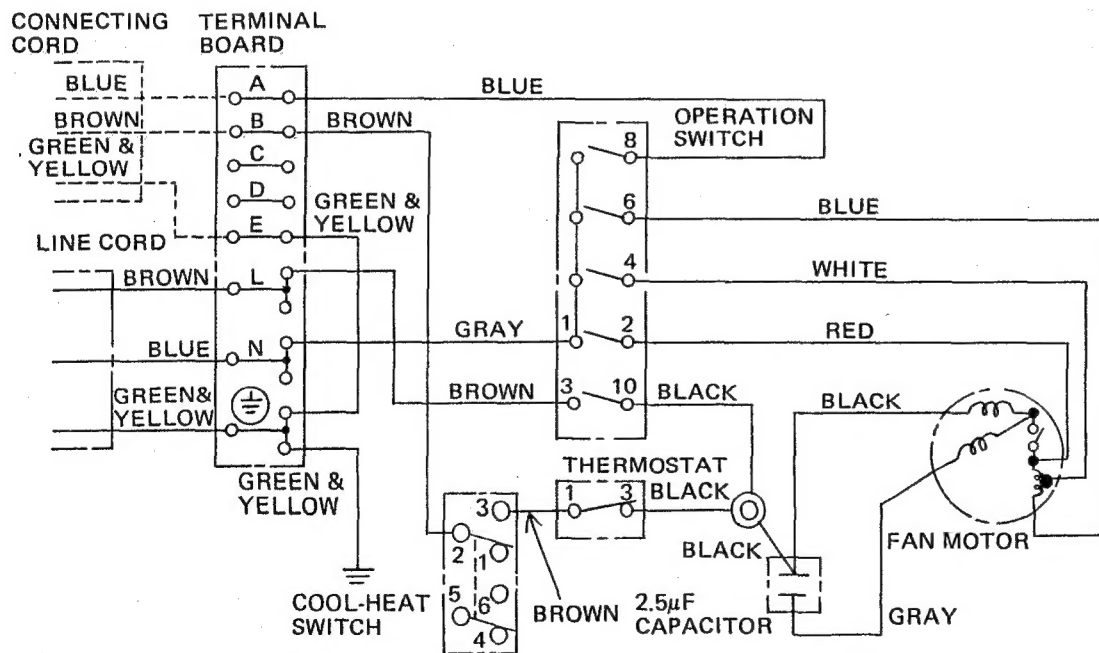

Fig. 6 Abb. 6
2. Change the wiring according to the wiring diagram. (Fig. 6)
2. Die Kabelumlegung ist gemäss Schaltplan vorzunehmen. (Abb. 6)